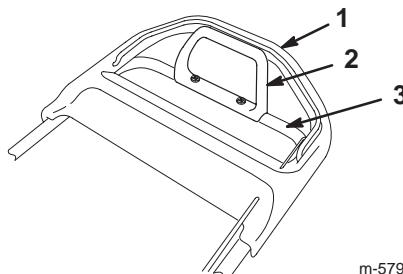

Figure 3
- Centrez la poignée d'aide au déplacement sur la barre de la partie supérieure du mancheron et vérifiez que la courbe est dirigée vers l'arrière et touche le mancheron (Fig. 3).